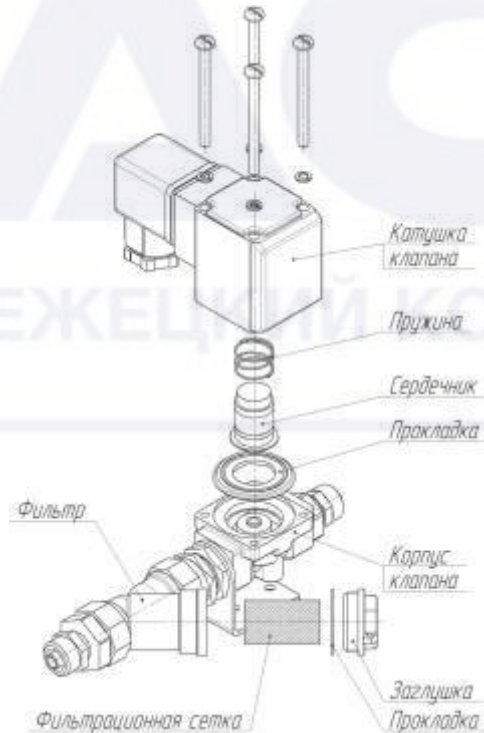

Рисунок 5 Разборка и очистка блока слива конденсата
4.6 Блок слива конденсата (рис. 5) предназначено для удаления выделившейся влаги. Устройство состоит из электромагнитного клапана и сантехнического фильтра. Сигнал на управление электромагнитным клапаном подается электронным блоком управления.